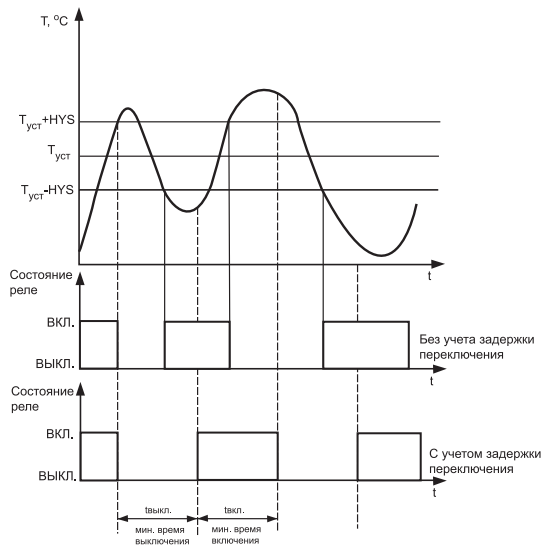

Рис. 8
3.1.5.1.3. Для ЛУ может быть задано минимальное время удержания выхода в замкнутом и разомкнутом состояниях. ЛУ может удерживать выход в соответствующем состоянии в течение заданного в времени, даже если по логике работы устройства сравнения требуется переключение (**рис. 8**).